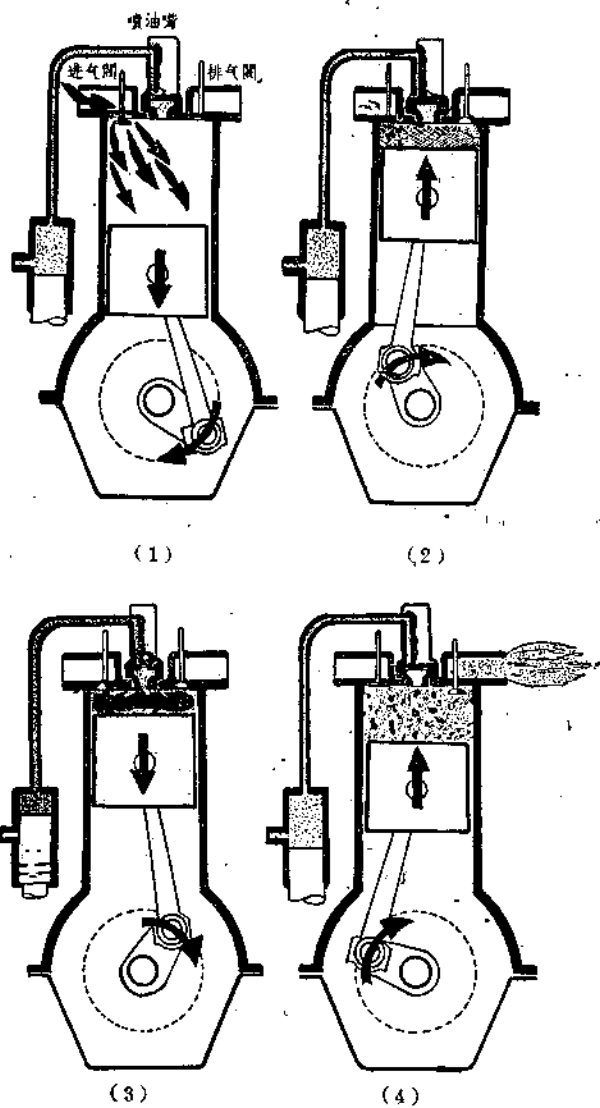

图 2 四行程柴油机的的工作原理
柴油发动机的工作过程分进气、压缩、作功和排气四个过程（如图 2）先把空气吸入气缸，经压缩后提高温度，然后把燃油喷入气缸内，即发生燃烧，气体膨胀而产生压力，向下推动活塞作功，接着将燃烧后的废气排出气缸。现将每一行程分述如下：
1. **进气行程**：如图 2-(1) 所示，活塞由上死点下行，这时进气门开启，排气门关闭，由大气中吸入新鲜空气，直到活塞到达下死点为止，进气完了。
2. **压缩行程**：如图 2-(2) 所示，活塞从下死点又向上行，这时进、排气门关闭，将所吸进来的新鲜空气被压缩到原来体积的 15:1，（根据压缩比不同而异）压力是 30—50 公斤/厘米²，温度增高到 500—650℃，直到活塞压缩到上死点为止。
3. **爆发行程（也叫工作行程）**：如图 2-(3) 所示，在压缩行程将近上死点时，喷油泵将柴油在很大压力下通过喷油嘴以雾状喷入气缸内，和高温空气相接触，迅速燃烧，此时气缸内的温度增高到 2000—2200℃ 左右，最高压力达到 60—100 公斤/厘米²，由于燃烧产生的爆发动力推动了活塞下行。
4. **排气行程**：如图 2-(4) 所示，活塞从下死点上行，这时排气门开启，废气排除。